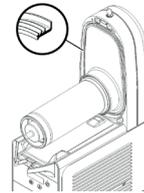

Bild 18
- ACHTUNG** der Größere Durchmesser gehört an die hintere Wand (Bild 18)